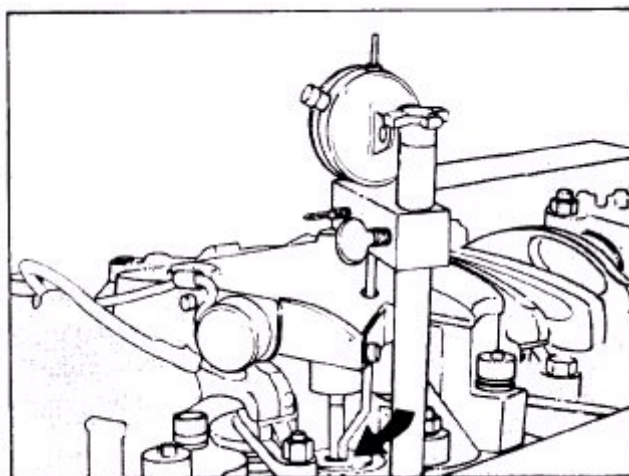

Рис. 2-53. (OM1061L). Установка циферблатного индикатора – удлинитель, касающийся толкателя.
- Установите на корпус коромысла циферблатный индикатор 3375004. Удлинитель 3375005 должен пройти через отверстие в кожухе тормоза Jacobs и коснуться поверхности толкателя форсунки, рис. 2-53.